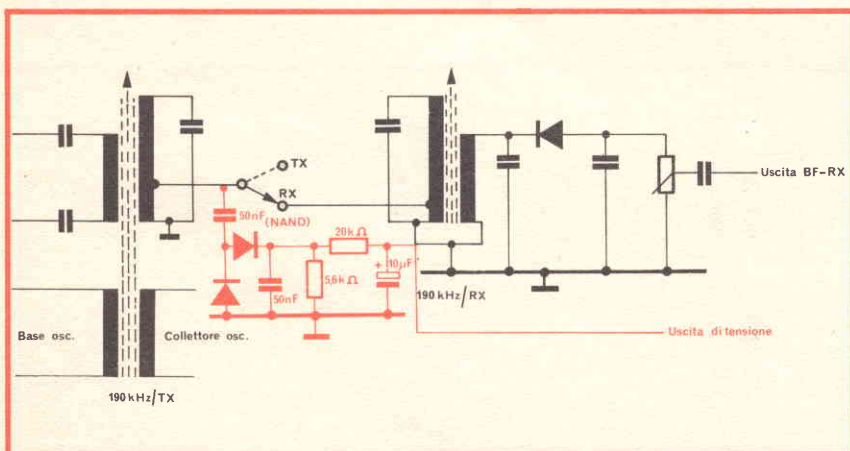
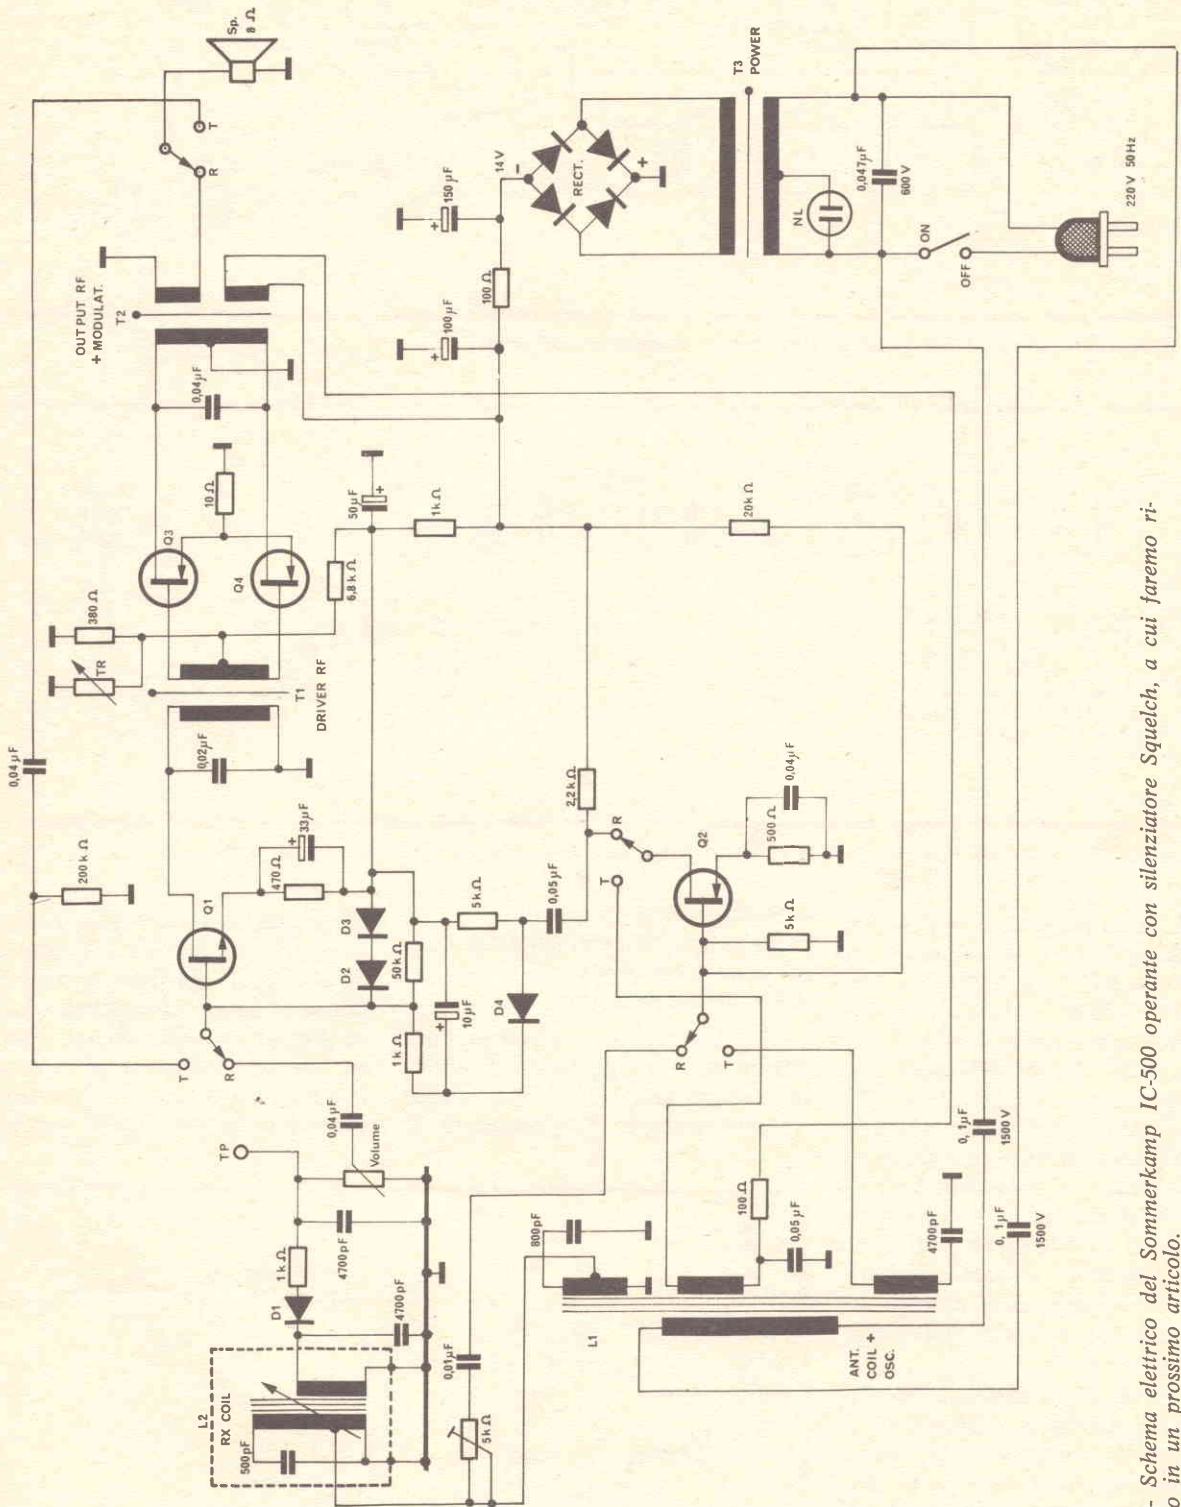

Fig. 14 - Schema di figura 11 modificato senza ANL.
Fig. 18 - Schema elettrico del Sommerkamp IC-500 operante con silenziatore Squelch, a cui faremo riferimento in un prossimo articolo.
2) Più complicato risulta il circuito Squelch che come nei normali identici circuiti dei ricetrasmittitori, in funzione del segnale di entrata, blocca per interdizione o saturazione il primo stadio preamplificatore di BF, rendendo muto completamente il ricevitore in assenza di segnale. Solo segnali di disturbo superiori all'unità di Volt, possono aprire la soglia e rendere udibile il disturbo. Può essere concepito per rettificazione e duplicazione del segnale ricevuto a controllo di polarizzazione di base del primo transistor preamplificatore BF, caso che comunque limita le possibilità di distanza (sensibilità del ricevitore non più in funzione di perdita della linea, ma di sensibilità di apertura della polarizzazione di base del transistor (vedi disegno di fig. 14). Migliore risulta il circuito Squelch con amplificatore di segnale prima della citata rettificazione e duplicazione (IC-500 che in ricezione, il transistor oscillatore TX 2SA53, funziona da amplificatore del segnale ricevuto aumentando notevolmente la sensibilità di Squelch). Questo circuito a erogazione più sostenuta in tensione per controllo di soglia, oltre ad avere il vantaggio di portare la sensibilità di Squelch prossima alla sensibilità del ricevitore, opera l'interdizione del transistor preamplificatore di BF in configurazione di Emitter, rendendo più stabile la commutazione di interdizione in rapporto tensione/temperatura (vedi disegno di fig. 18 schema IC-500).